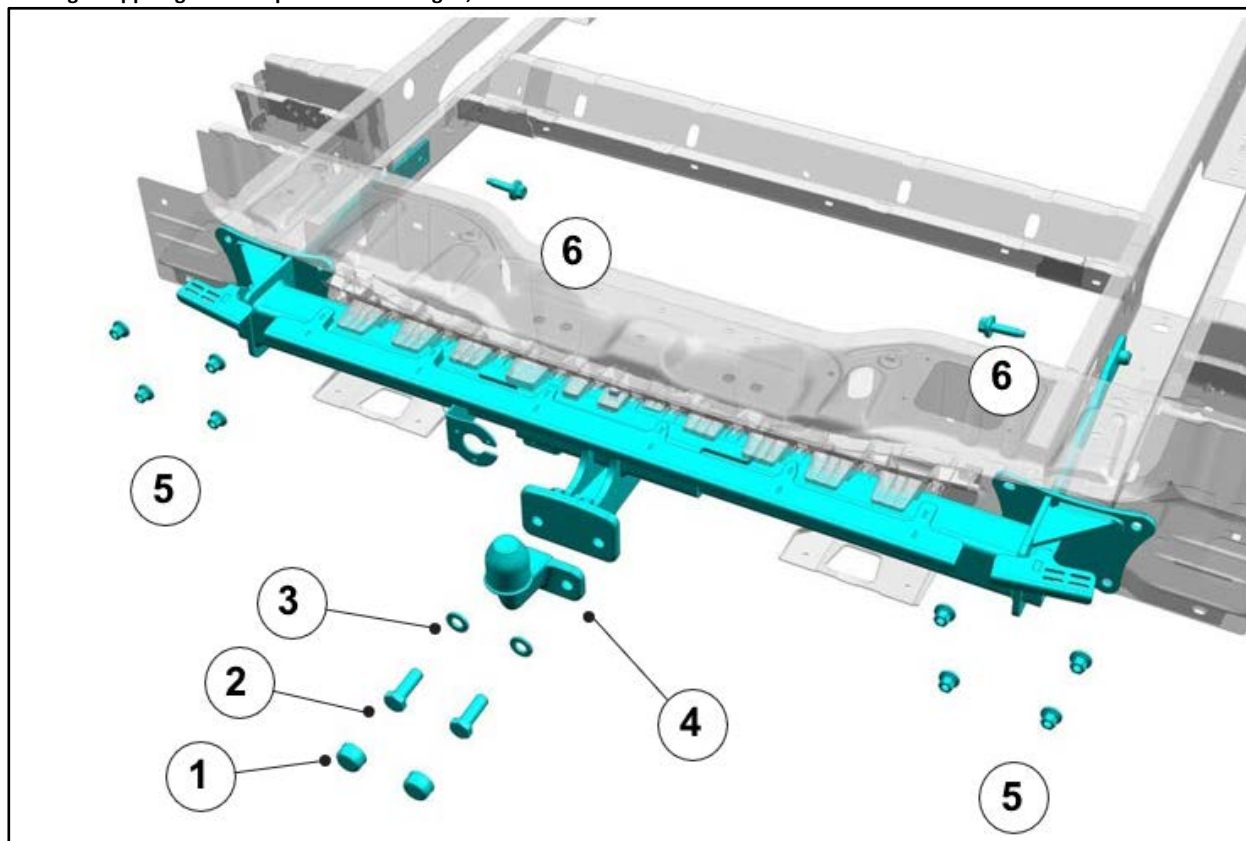
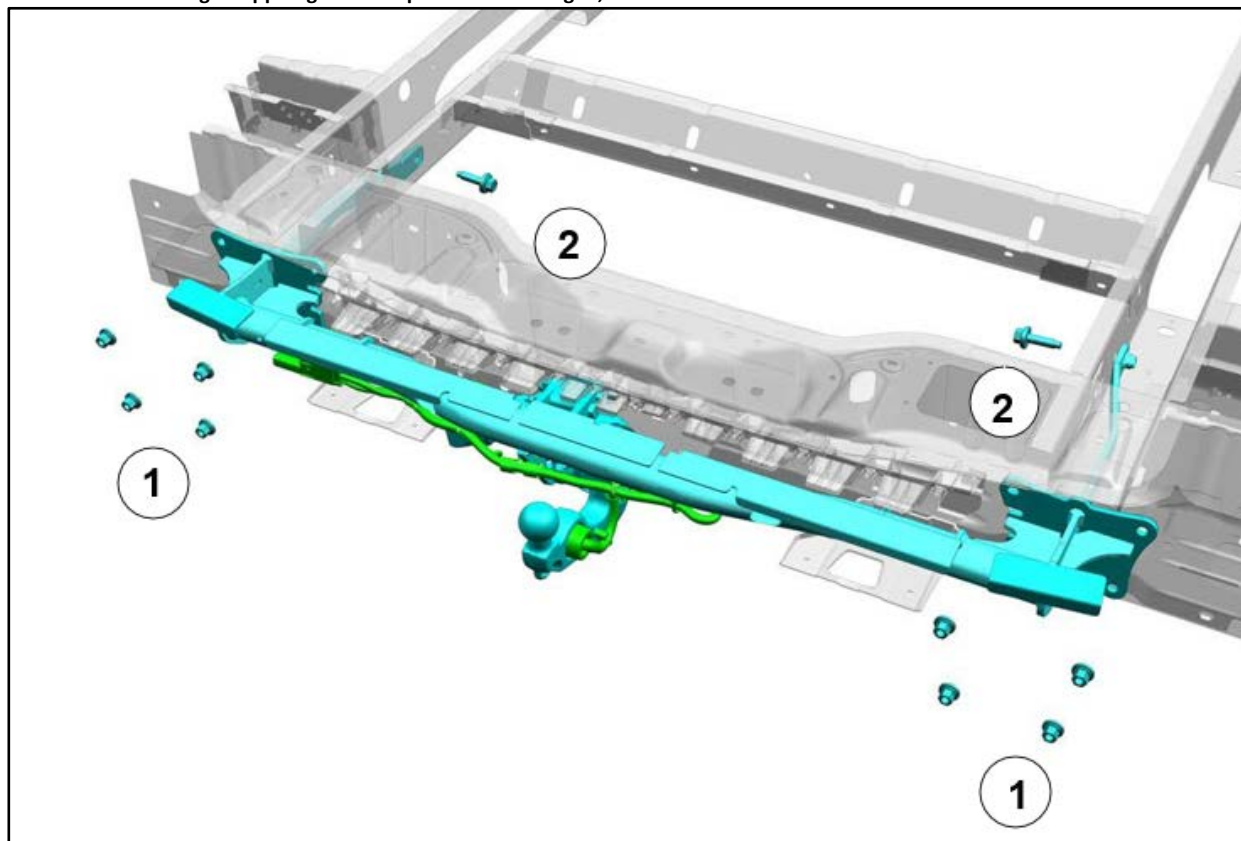

Abb. 1: Anbau der festen Anhängerkupplung
Abb. 2: Anbau der schwenkbaren Anhängerkupplung
- Für den Anbau der Anhängerkupplung siehe Abbildung 1 und für den Anbau der schwenkbaren Anhängerkupplung siehe Abbildung 2